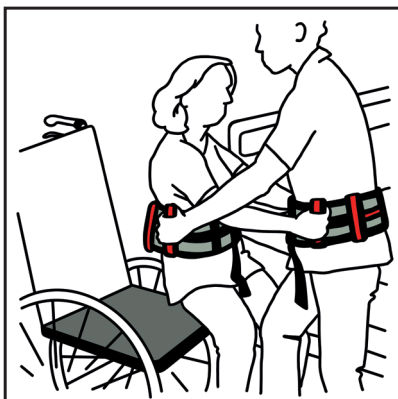

Bild 3
• Anschließend kann der Nutzer stehend Richtung Rollstuhl gedreht werden. Ist die gewünschte Position vor dem Rollstuhl erreicht, kann der Nutzer langsam in den Rollstuhl gesetzt werden (Bild 3).